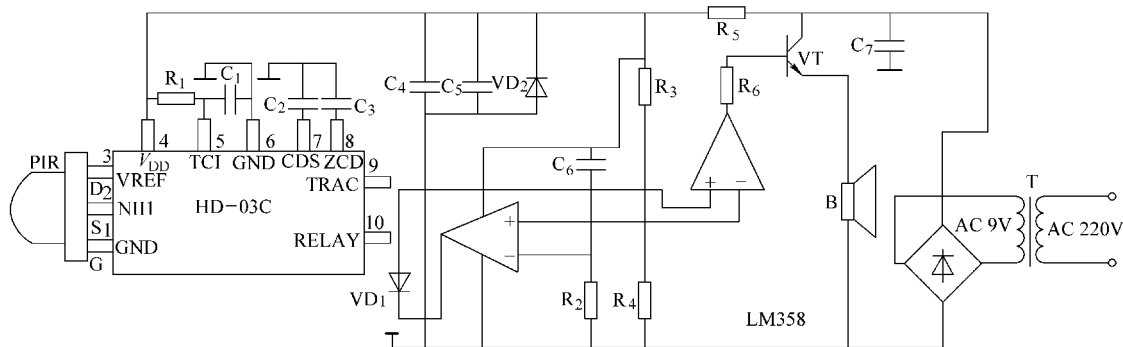

图 3-52 红外线报警电路
当有人或物体遮挡住红外线光束时，接收电路会自动输出信号，进而带动继电器，当有人进入 PIR 的监控范围内，HD-03C 模块⑩脚输出高电平，经 LM358 比较放大后，再送入 VT 放大驱动报警扬声器发出报警声。当人退出 PIR 的监控区，30s 自动停止；再次进入，再次报警，如图 3-52 所示，PIR 的监控范围在 8~12m。